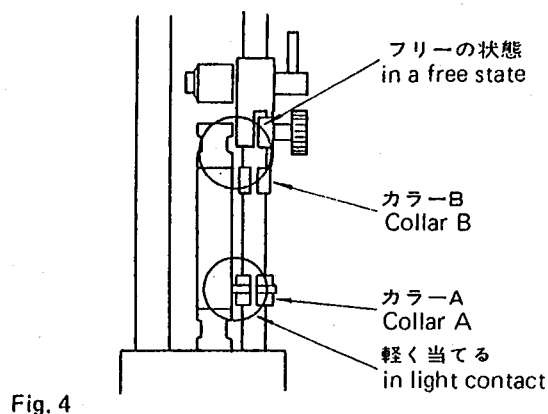

Fig. 4
(4) 下側のカラーAに、ゲージブロックの下方側面を軽く当てます(Fig.4)。この時、平行ジョウとゲージブロックとを垂直に立てるため、上端部は、何も接していないフリーな状態であることを確認してください。
(4) Bring the lower collar A into light contact with the lower flank of the block while leaving the upper portion of the stack free from any object so that the stack can rest erect by itself. (See Fig. 4)